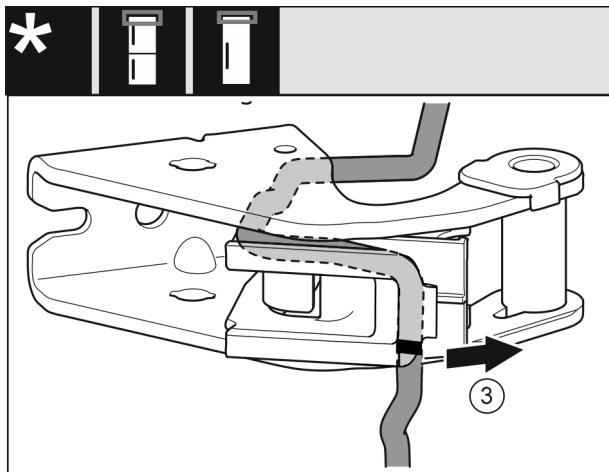

Fig. 15
- Demontaţi cablul cu suportul de cablu de pe consola de lagăr. Fig. 15 (3)